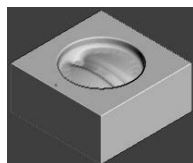

图 3-91 仿真加工结果
2) 在“仿真”工具栏的“当前刀具路径”下拉列表中选择要模拟的刀具路径 rough，然后单击“执行”按钮，系统开始自动仿真加工，仿真加工结果如图 3-91 所示。